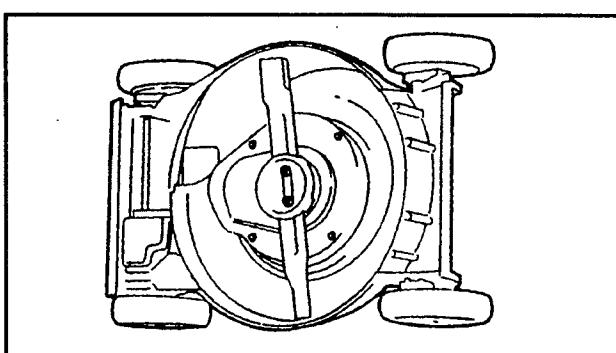

Figure 34
3. Basculez la tondeuse sur le côté droit (fig. 34).